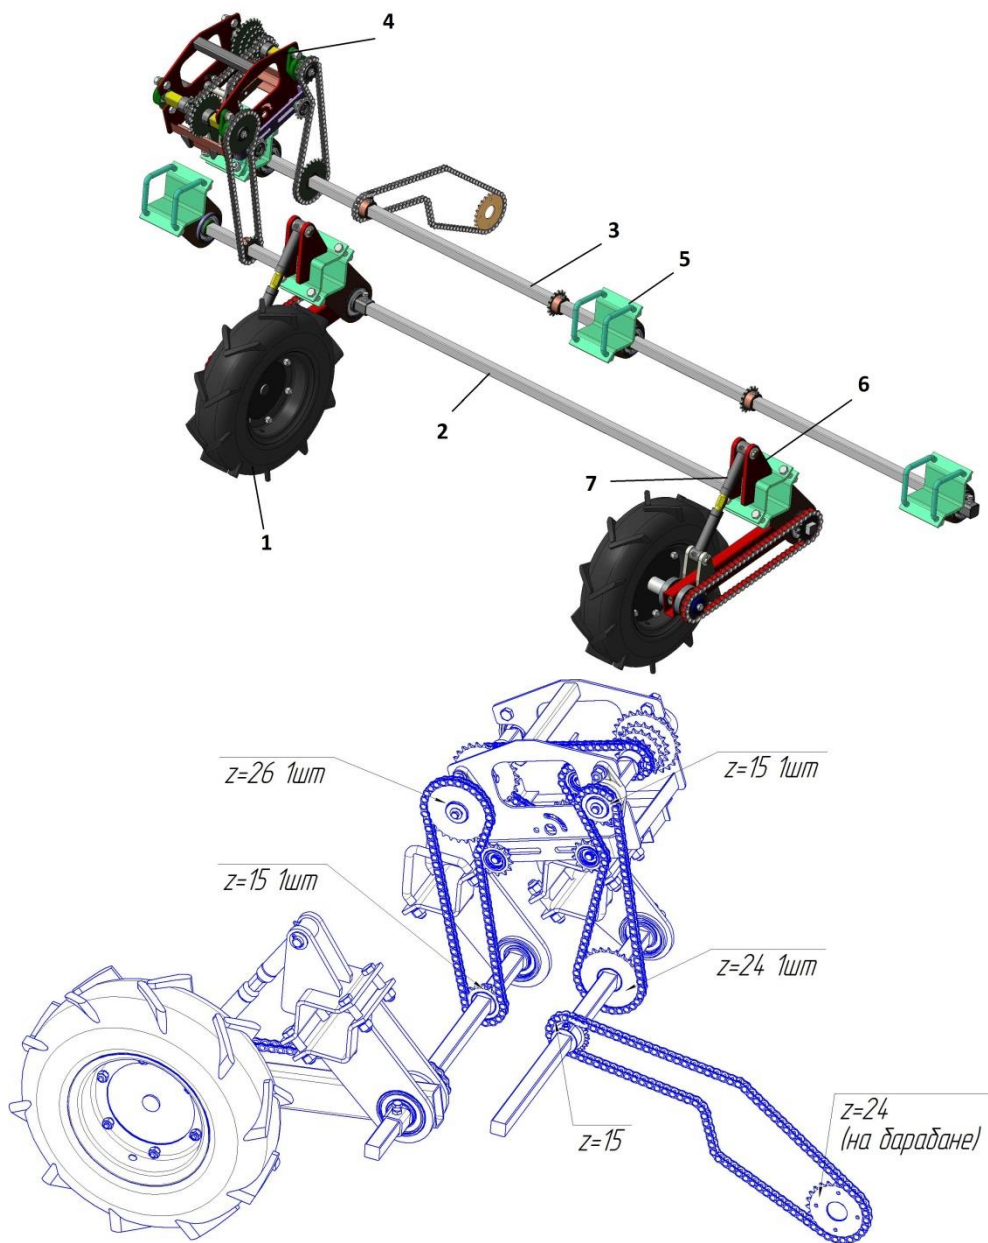

Рисунок 3 – Приводной механизм
3.3 Приводной механизм (рис. 3, 4) состоит из двух опорно-приводных колес 1, ведущего 2 и ведомого 3 валов квадратного сечения, механизма передач 4. Ведомый вал закреплен на раме при помощи кронштейнов 5, опорные колеса – при помощи кронштейнов 6. По высоте колеса регулируются талрепами 7.
4.9 Винтом 7 (рисунок 3) опустите приводные колёса 1 до касания с поверхностью земли. Убедитесь, что при движении сеялки с трактором происходит вращение всех высевających барабанов.